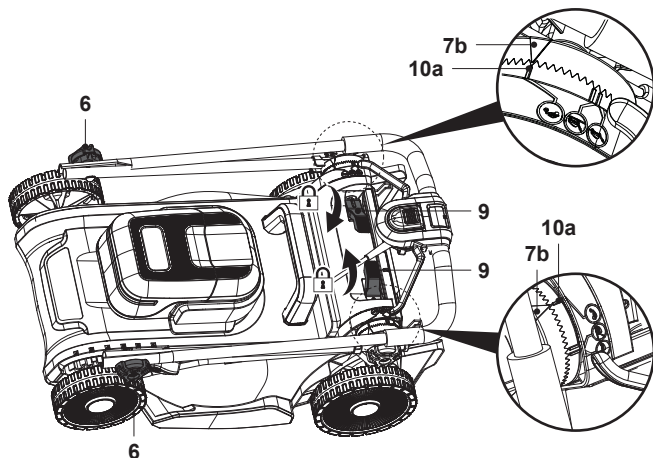

Fig. 24
- Pour gagner de la place, il est également possible de replier le guidon supérieur, de fixer les raccords (6, 9) et de s'assurer que le triangle de repère (7b) est aligné sur l'indicateur de stationnement (10a) afin d'éviter toute dispersion (Fig. 24).